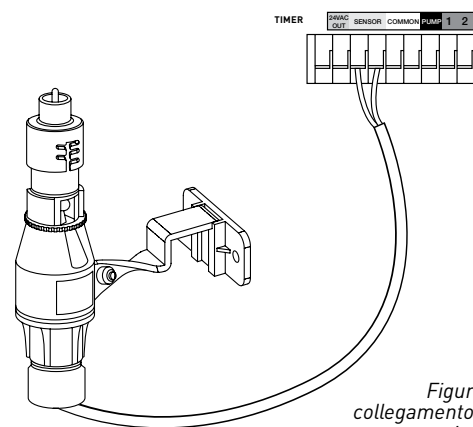

Figura 6: collegamento del sensore pioggia
- Lasciare l'interruttore on/off sulla posizione "on" per attivare (vedi figura 6)